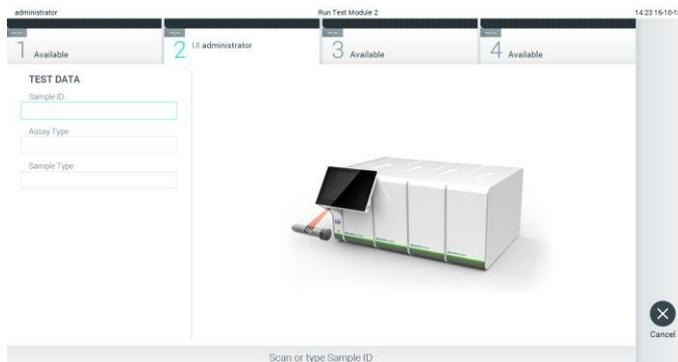

Figure 69. Scan du code-barres de l'ID d'échantillon.
2. Lorsque vous y êtes invité, scannez le code-barres de l'ID d'échantillon à l'aide du lecteur de code-barres intégré au module opérationnel (figure 69).